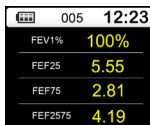

Figure 5 Interface d'autres paramètres
c. Interface des autres paramètres : elle affiche quatre paramètres à l'exception du paramètre principal, comme le montre la Fig. 5.
d. Sous l'interface (Main parameter), appuyez sur les touches « Up » ou « Down » pour accéder tout à tour aux autres paramètres (Other parameter) graphique volume-débit et graphique volume-durée (Flow rate-volume chart) (Volume-time chart), comme le montrent les Fig. 5, 6, 7. Les quatre interfaces ci-dessus sont les interfaces principales (Main interface).